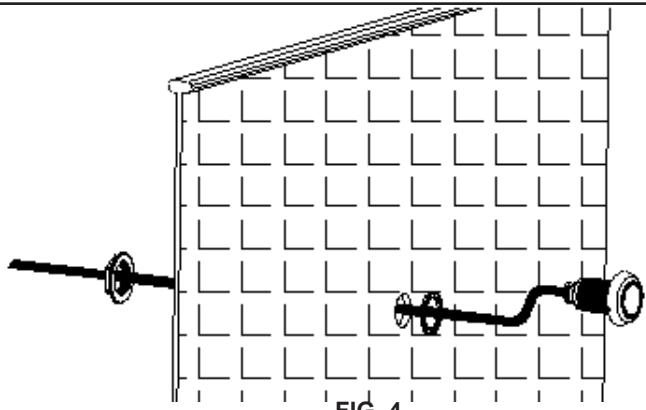

FIG. 4
2. Den Strahler im Inneren des Schwimmbeckens zusammen mit der flachen Dichtung anbringen und die Schraube 1 1/4 GAS vom äußeren Teil des Beckens aus einschrauben (Abb. 4).